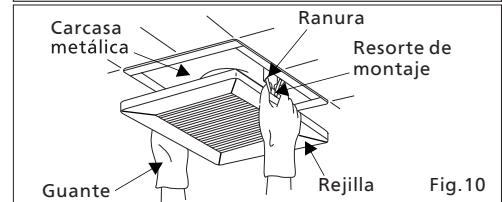

Fig.10
3. Inserte los resortes de montaje en las ranuras como se indica y fije la rejilla al cuerpo del ventilador. (Fig.10)